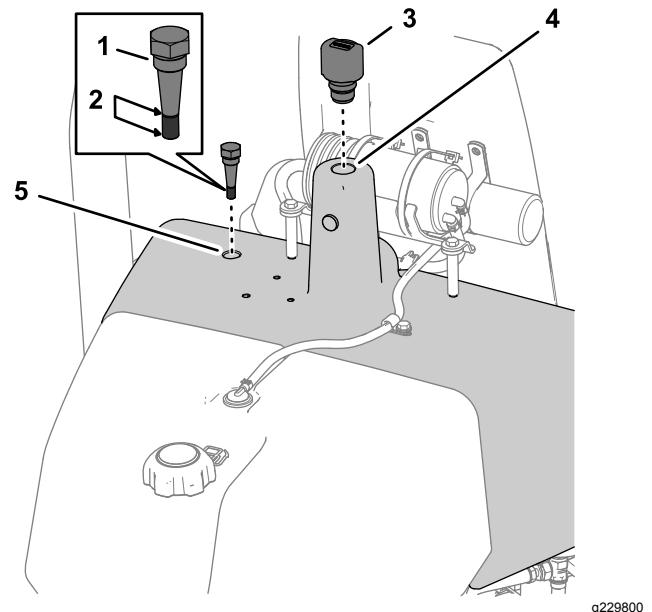

Figura 49
3. Desenrosque a vareta que se encontra na parte superior do depósito hidráulico, limpe-a, volte a colocá-la e retire-a novamente (Figura 49).
4. Se não houver óleo na vareta, retire o tampão do tubo de enchimento do depósito de fluido hidráulico (Figura 49) e adicione lentamente o fluido hidráulico especificado até que o nível de fluido esteja na marca da vareta; consulte Especificação do fluido hidráulico (página 40).
5. Volte a colocar a vareta e o respiro no depósito hidráulico (Figura 49).